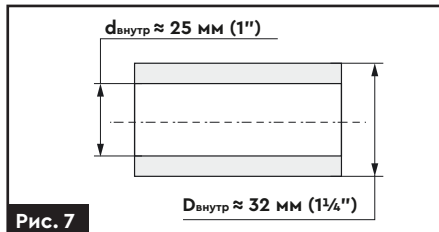

Рис. 7
2. При приєднанні до магістрального водопроводу діаметр труби в місці приєднання вхідного патрубку має бути не менший, ніж 1 ¼" (рис. 7).